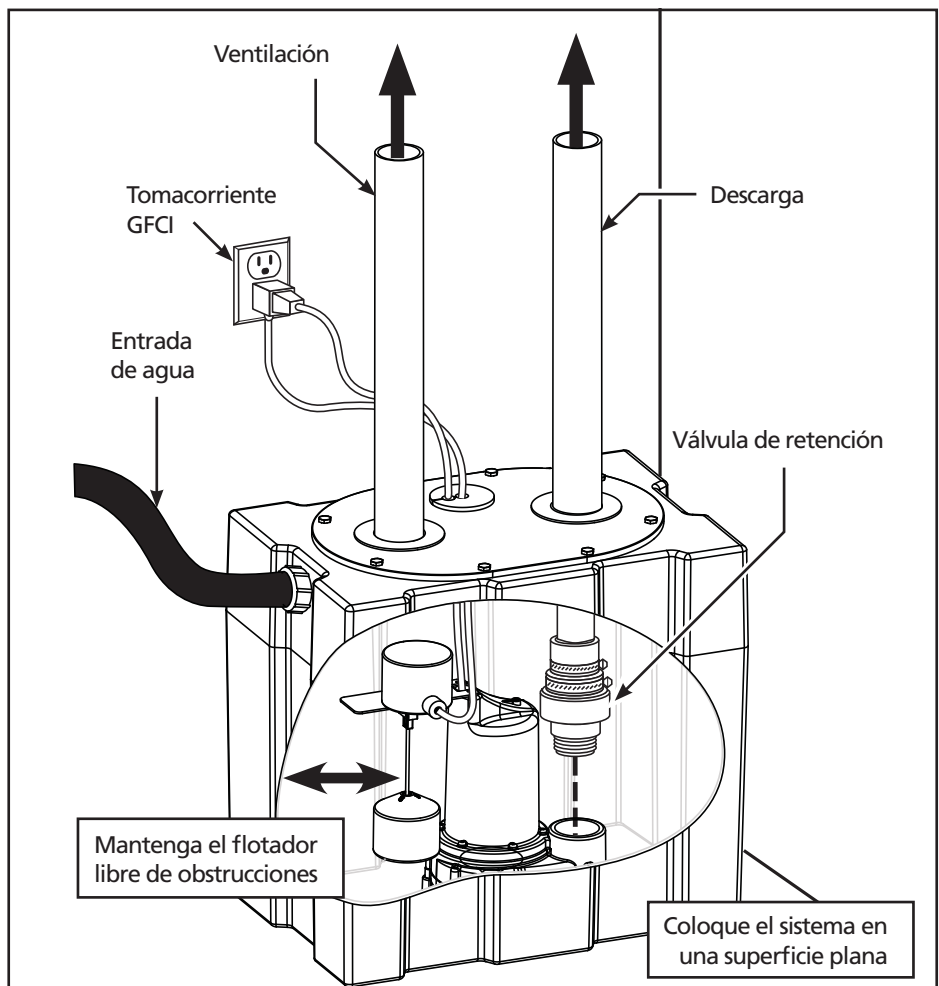

Figura 4: Instalación
1. Conecte la tubería de descarga (Ver Figura 4) del sistema de pileta de lavado a un drenaje existente. Asegúrese de que todas las conexiones estén selladas.
2. Introduzca la tubería de PVC Schedule 40 de 3,81 cm (1 1/2 pulg.) en la abertura de ventilación en la parte superior del sistema de pileta de lavado (Ver Figura 4). Introduzca la tubería por la abertura de ventilación de 5,08 a 7,62 cm (2 a 3 pulg.).
3. Conecte la entrada de este sistema de pileta de lavado (Ver Figura 4) a su lavadora u otra fuente. Las roscas son de 3,81 cm (1 1/2 pulg.) NPT.